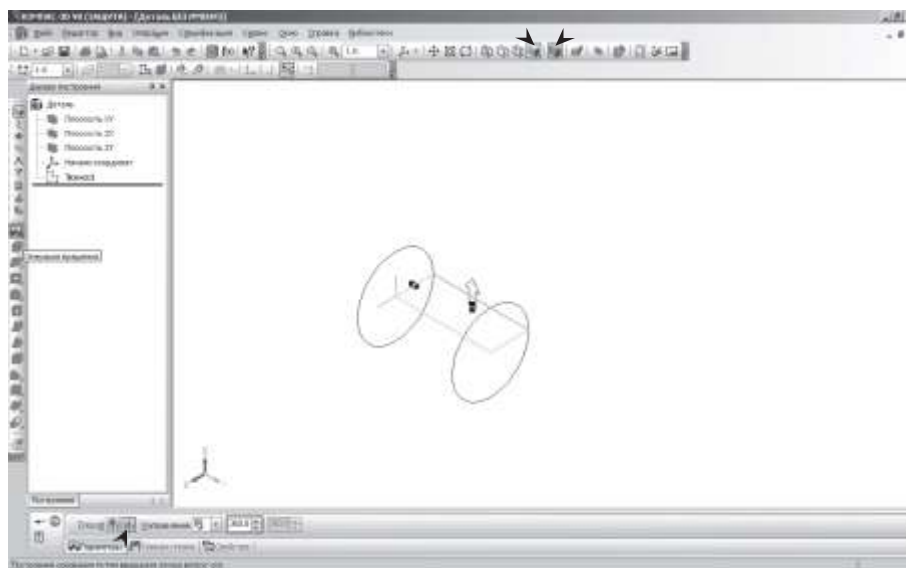

Рис. 9.12
- На **Панели свойств** на вкладке **Параметры** укажите способ построения  – **Сфероид** (построение сплошного элемента), направление вращения **360°** (рис. 9.12).
- На панели инструментов **Вид** выберите команду **Полутоновое, Полутоновое с каркасом** (рис. 9.12).